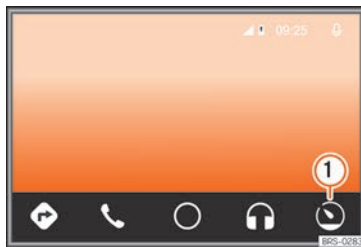

Fig. 188 Menu Android Auto™
- À partir du service Android Auto™, appuyez sur la touche de fonction  **fig. 188 ①**.